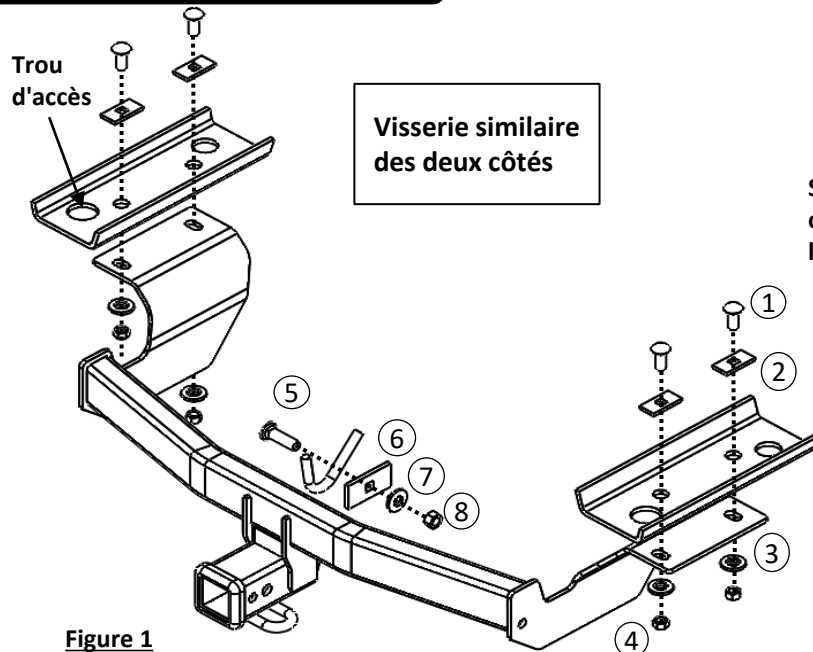

Figure 1
- 1. Abaisser l'échappement** – À l'aide d'un outil d'extraction pour échappement, abaisser le silencieux en retirant les quatre (4) supports en caoutchouc les plus à l'arrière qui supportent deux silencieux d'échappement et retirer aussi un (1) support en caoutchouc avant. La vaporisation d'un lubrifiant ou d'eau savonneuse sur les supports en caoutchouc facilite leur extraction des tiges métalliques. **NOTA : S'assurer de supporter l'échappement correctement avant d'enlever les supports en caoutchouc.**
- À l'aide d'un tournevis à lame plate, retirer cinq (5) rivets dans le bas du carénage et les conserver pour réinstallation.
- Acheminer les boulons de carrosserie ① et les espaceurs ② à travers les trous d'accès sur les deux longerons latéraux à l'aide des fils de tirage ⑨ pour les trous horizontaux, voir Figure 1. Laisser la visserie attachée aux fils de tirage.